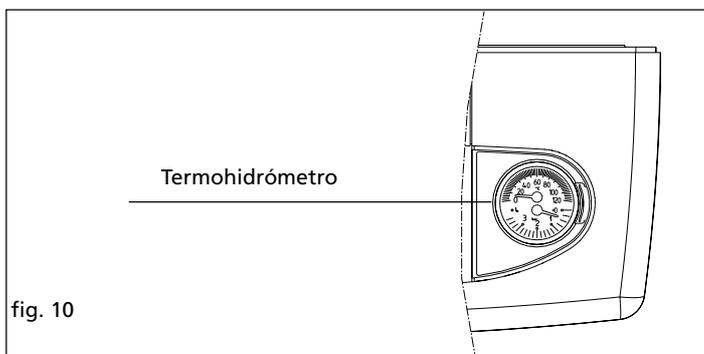

fig. 10
- cerciorarse que el grifo de entrada de agua fría (B) esta abierto.
- abrir la llave de llenado del circuito (C) hasta que la presión indicada en el termohidrometro llegue hasta 1 bar (fig. 10).